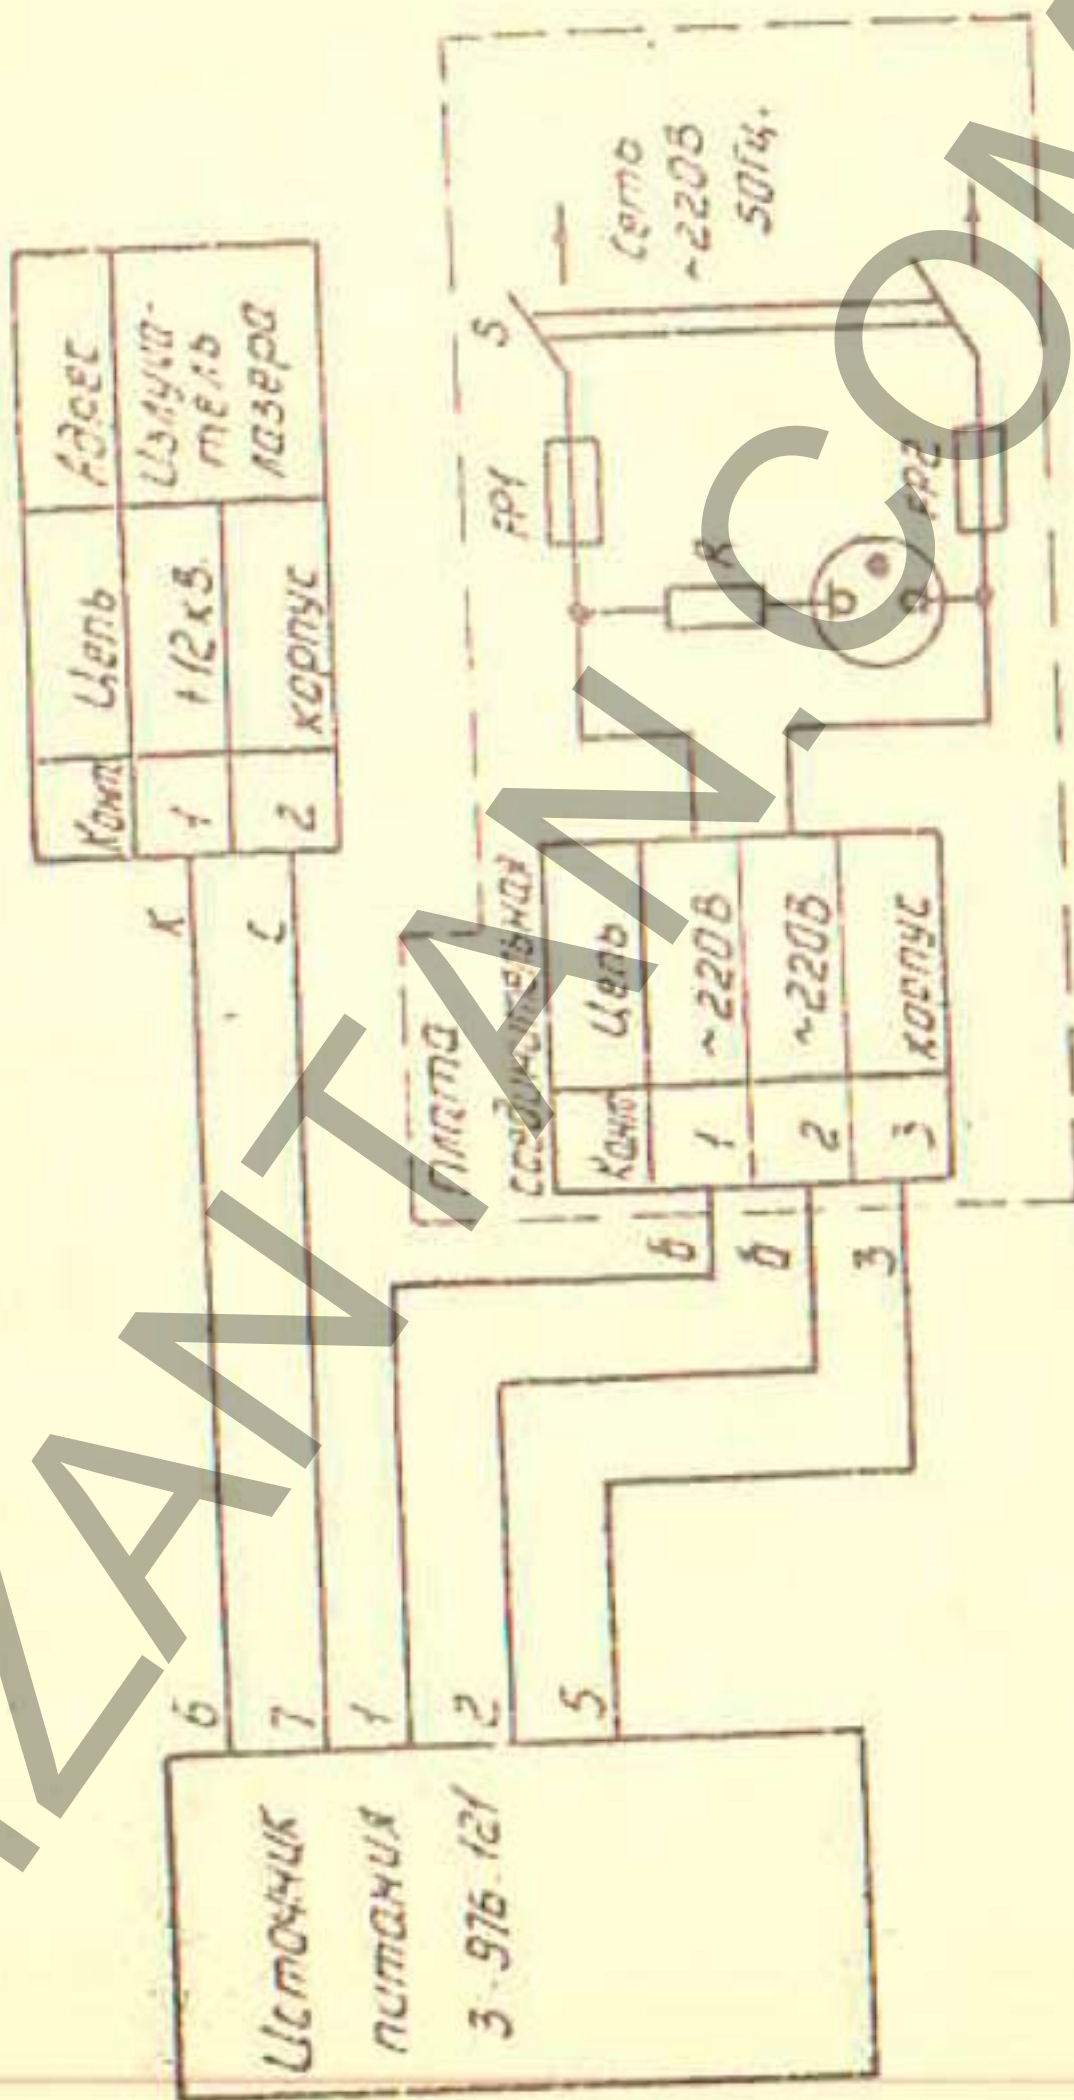

Рис. 2
5.3.6. Подключить источник питания к схеме коммутации, защиты и сигнализации аппаратуры, как показано на рис. 2.